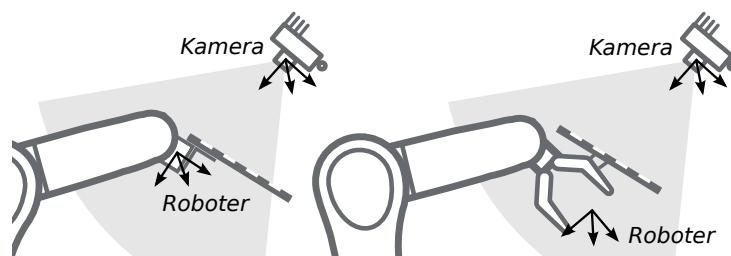

Abb. 6.22: Alternative Montageoptionen für die Befestigung des Kalibriermusters am Roboter
6.21 und Abb. 6.22 angegeben, angebracht werden.
Bemerkung: Für das Modul zur Hand-Auge-Kalibrierung spielt es keine Rolle, wie das Kalibriermuster in Bezug auf das benutzerdefinierte Roboter-Koordinatensystem genau angebracht und positioniert wird. Das bedeutet, dass die relative Positionierung des Kalibermusters zu diesem Koordinatensystem weder bekannt sein muss, noch für die Kalibrierroutine relevant ist (siehe in Abb. 6.22).